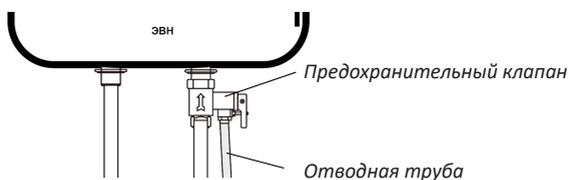

Рис. 3
2. Устройство сброса давления должно быть подключено к ЭВН и установлено на вводе холодной воды. Направление установки — отверстием сброса давления вниз (рис. 3).